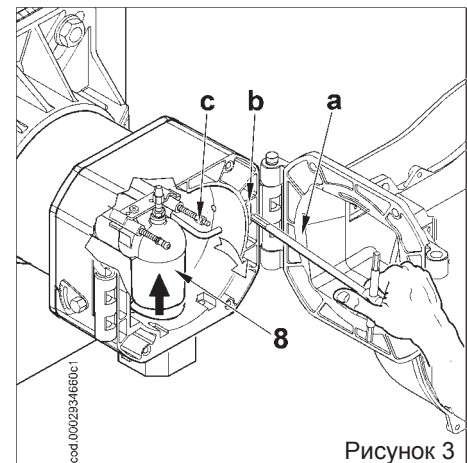

Рисунок 3
Убрав провода розжига и ионизации (3) с терминалов соответствующих электродов, полностью открутите гайку (4) и закрутите винт (5), продвигая его внутрь подводящего газового патрубка (8) на достаточную длину, чтобы обеспечить последующий демонтаж узла смесителя (см. рис. 3).
Слегка приподнимите подводящий газовый патрубок (8) (рисунок 3) и снимите весь узел смесителя в направлении, указанном стрелкой (9) на рисунке 4. Закончив ремонтные